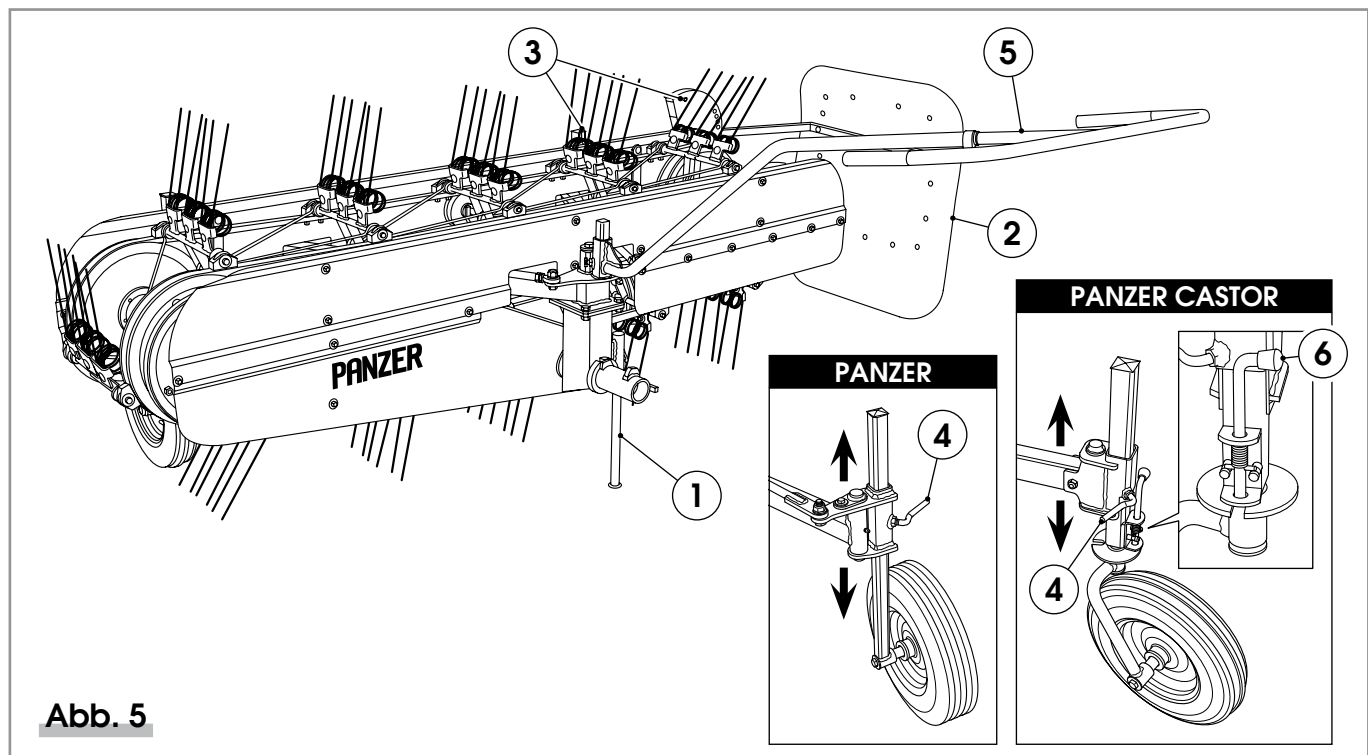

Abb. 5
- # den Auflagefuß anheben (Abb. 5, Detail 1);
- # den seitlichen Heuschutz (Abb. 5 Detail 2) anheben und mit den entsprechenden Bolzen (Abb. 5 Detail 3) befestigen;
- # Heben Sie das Band vom Boden, indem Sie über die Gewindehebel (Abb. 5 Detail 4) die Ständer der Hinterräder betätigen;
- # um den Bandheuer in die gewünschte Richtung zu führen, den Richtungshebel (Abb. 5, Detail 5) verwenden.
HINWEIS: Bei der Serie **PANZER CASTOR** wird der Bandheuer über den Einachsschlepper bzw. Balkenmäher geführt. Für Arbeiten auf ebenen Flächen werden die Lenkräder frei beweglich gelassen. Für Arbeiten an Hanglagen können die Lenkräder mithilfe des Radblockierhebels (Abb. 5 Det.6) in gerader Position verriegelt werden.
Zum Heuharken muss das Band horizontal arbeiten und auf 1-2 cm vom Boden eingestellt sein. Dazu ist der Bandheuer über die Gewindehebel (Abb. 5 Det. 4) der zwei Ständer der Hinterräder so zu senken, dass beim Sammeln des Heus die Maschineneinrichtungen nicht zu stark belastet werden (wie in Abbildung 6 zu sehen).
Der seitliche Heurechen (Abb. 5, Detail 2) muss breiter gestellt und in einer Position befestigt werden, die der einzusammelnden Heumenge entspricht.
Der Bandheuer ist geneigt anzuordnen. Dazu ebenfalls die beiden Ständer der Hinterräder mithilfe der Gewindehebel (Abb.5 Det.4) wie in Abbildung 7 gezeigt anordnen.
In diesem Fall wird der seitliche Fangrechen (Abb.5, Detail 2) von der Maschine entfernt.